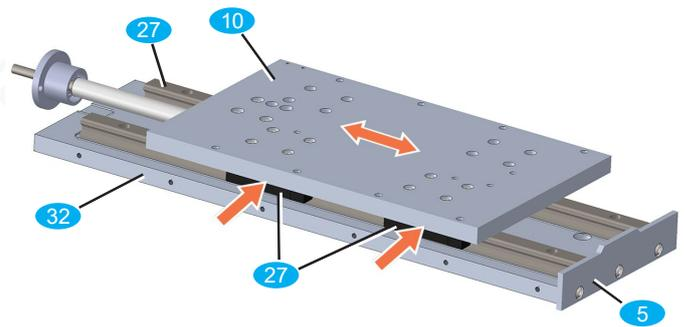

Bild 39: Justierung der Z-Achsenführung
- Führungsplatte Z so zur Seite drücken (rote Pfeile Bild 39), dass die linken Laufwagen an den Zylinderstiften anliegen. Linke Laufwagen in dieser Position festschrauben. Anzugsmoment: 6 Nm